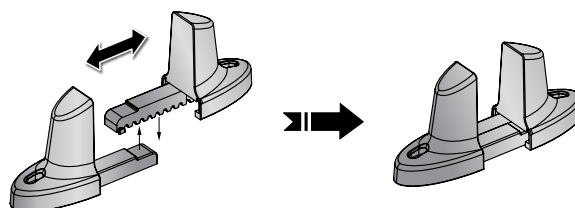

Рис. 3-8. Соберите опоры для вертикальной установки (опциональные)
- 4 Соберите опоры для вертикального монтажа в соответствии с размером ИБП. Для этого необходимо выступы вставить в соответствующие впадины. См. **Рис. 3-8**.